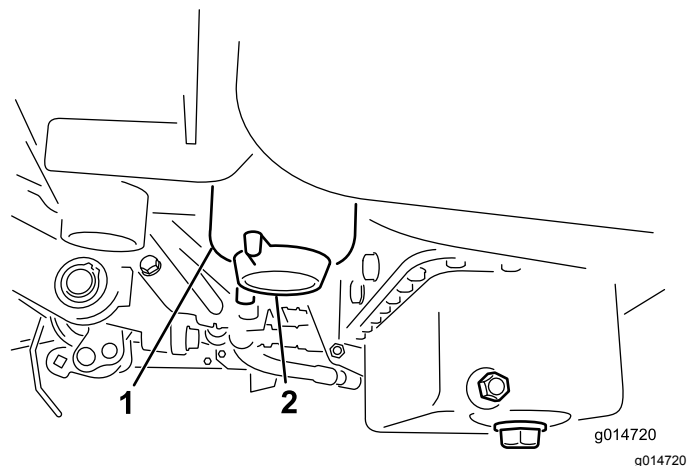

图30
3. 打开燃油滤清器上的排油塞大约旋转一周排干积水 图30。